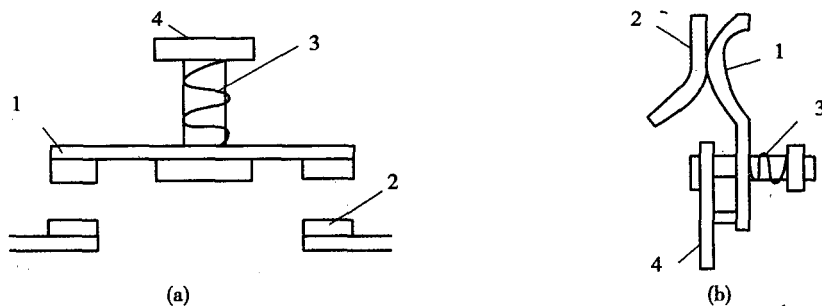

图 2-4 交流接触器的触头
(2) 触头系统 触头系统包括动触头、静触头、触头弹簧及支架等。支架受与之相连的电磁机构控制, 带动动触头动作。交流接触器触头结构形式有桥形双断面触头和指形单断面触头, 如图 2-4 所示。
直流接触器有主触头和辅助触头之分,主触头由于通断电流大,故采用滚动接触,如图 2-4(b) 所示。辅助触头通断电流小,常采用点接触的桥式触头,如图 2-4(a) 所示。